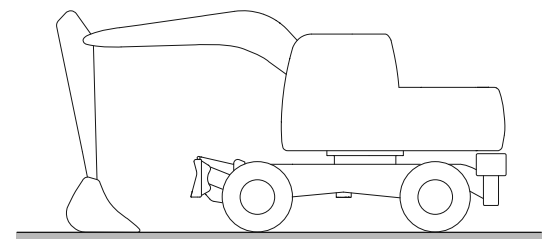

Figura 8
7. Almacene el accesorio delantero en la posición "Transporte" y fije la función Bloquear en la posición "TRANSPORTE". (Figura 8)